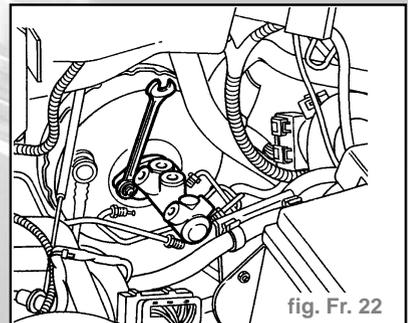

fig. Fr. 22
- Dévisser les écrous de fixation et enlever le maître-cylindre (fig. Fr. 22).